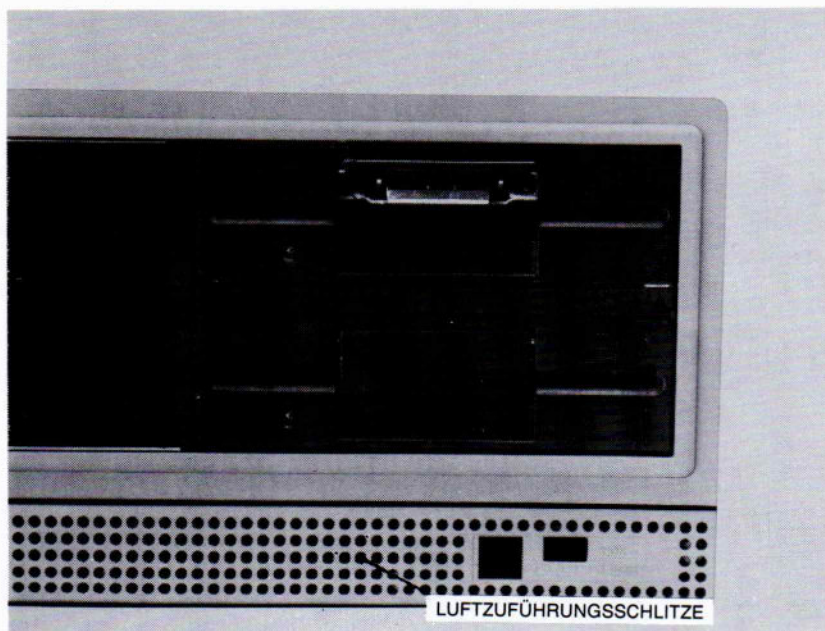

Fig. 2-1 Luftzuführungsschlitze
4. Das System wird durch einen im Gehäuse integrierten Ventilator gekühlt, für den Luftzuführungsschlitze in der Basiseinheit vorhanden sind (siehe Abbildung 2-1). Achten Sie darauf, daß der Bereich der Lüftungsschlitze freiliegt und die Luftzufuhr nicht durch Unterlagen, etc. behindert wird.